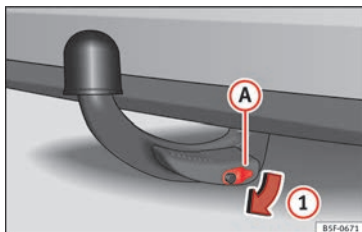

Fig. 228 Retirer le cache de la serrure
- Retirez le cache **(A)** de la serrure dans le sens de la flèche **(1)** » fig. 228.